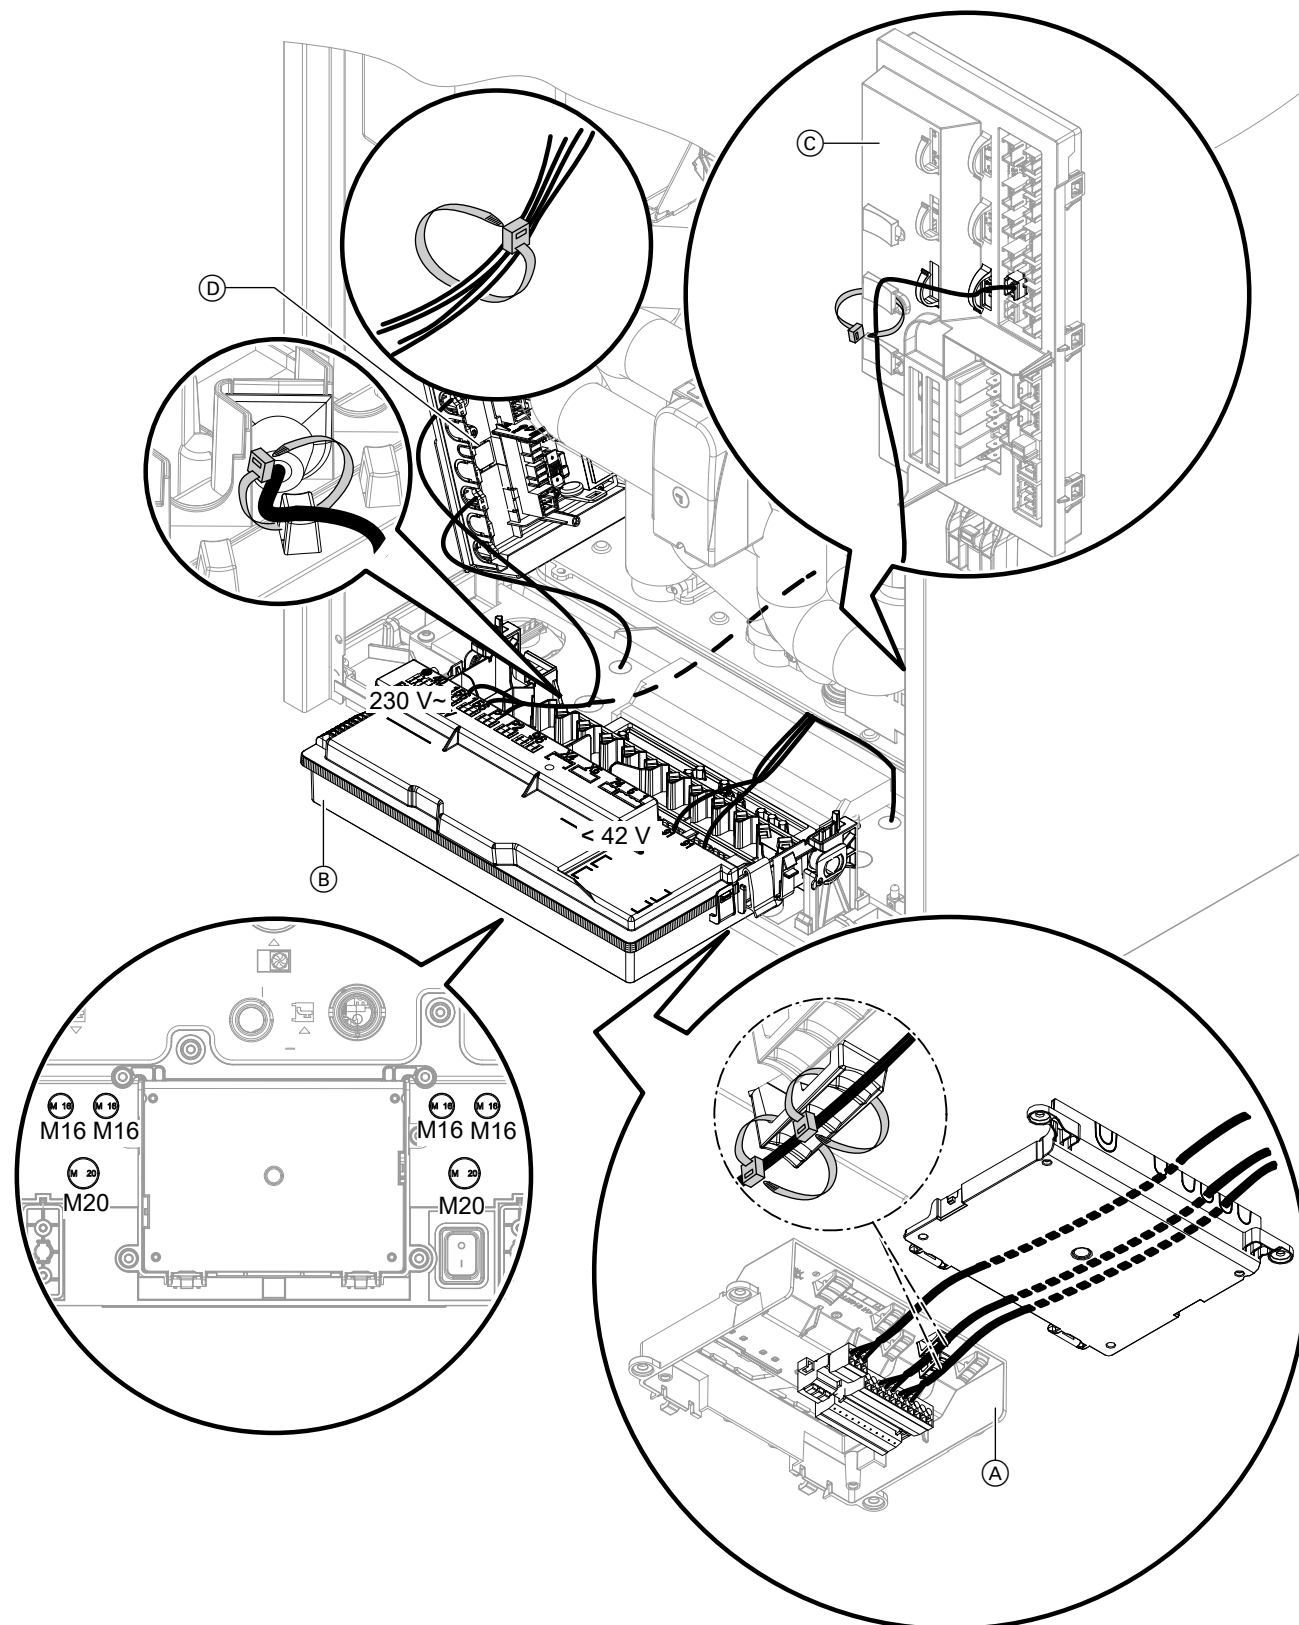

Abb. 41
- Alle Leitungen im Anschlusskasten 230 V~ mit 2 Kabelbindern zugentlasten: Siehe Abb. 41.